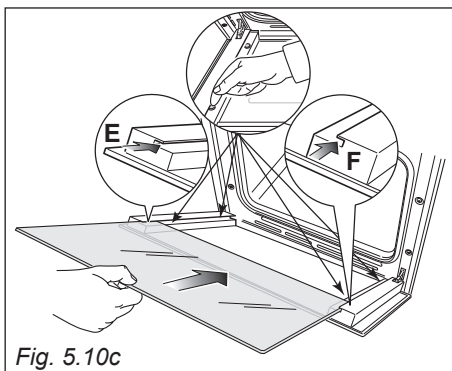
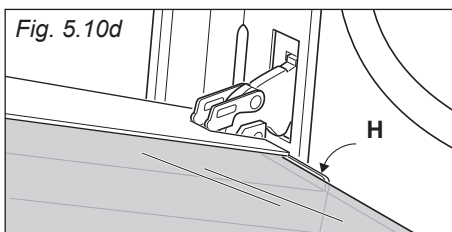

Fig. 5.10c
Fig. 5.10d
IMPORTANTE: È consigliabile, durante l'inserimento del vetro, tenere premuti in posizione i 4 distanziatori "D", mediante un dito, al fine di evitare la rottura o lo sfilamento dei distanziatori stessi (fig. 5.10c).
- Inserire il vetro nelle guide "E" ed "F" (fig. 5.10c) e farlo scorrere dolcemente fino ai fermi "H" (fig. 5.10d).